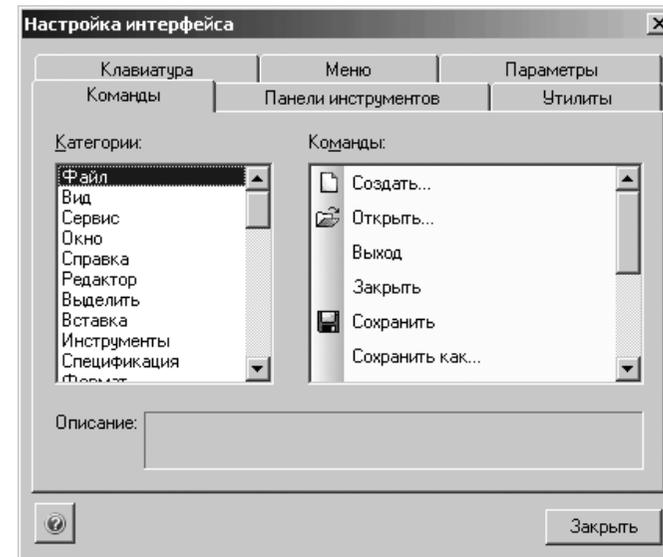

Рис. 4.193. Диалоговое окно **Настройка интерфейса**
- **Настройка интерфейса** вызывает диалоговое окно **Настройка интерфейса** (рис. 4.193);